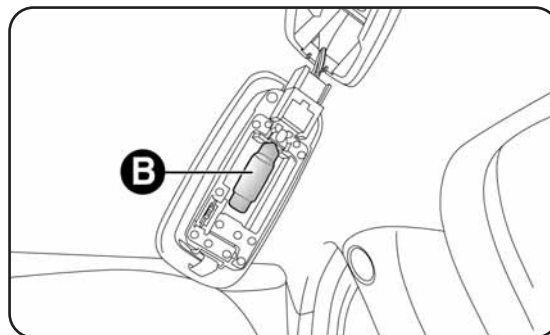

fig. 29
- sostituire la lampada B-fig. 29 svincolandola dai contatti laterali accertandosi che le nuova lampada risulti correttamente bloccate tra i contatti stessi.